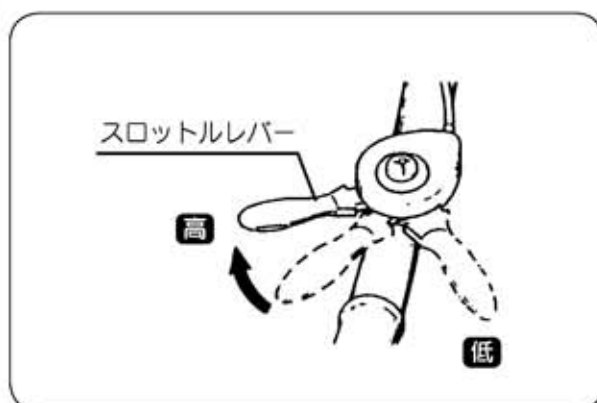

図12
②スロットルレバーをゆっくり【低→高】の位置にします。(図12)